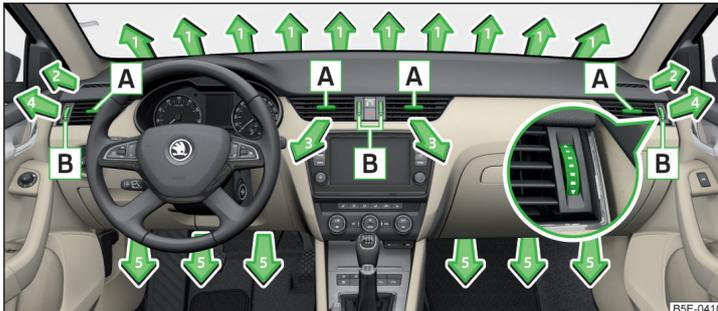
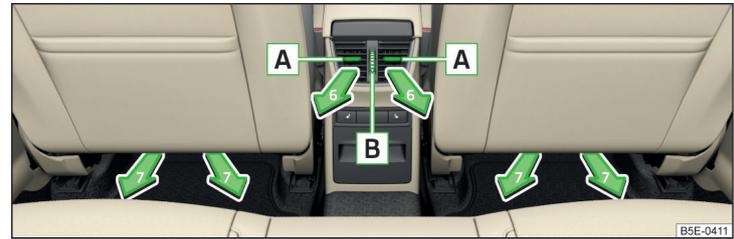

Abb. 119 Luftaustrittsdüsen vorn
Abb. 120 Luftaustrittsdüsen hinten
Bei den Luftaustrittsdüsen **3, 4** » Abb. 119 und **6** » Abb. 120 kann die Luftstromrichtung geändert und die Düsen können auch einzeln geschlossen und geöffnet werden.
- Die waagerechten Lamellen mithilfe des verschiebbaren Verstellelements **A** » Abb. 119 bzw. » Abb. 120 nach oben oder unten schwenken, um die Höhe der Luftströmung zu ändern.
- Die senkrechten Lamellen mithilfe des verschiebbaren Verstellelements **A** » Abb. 119 bzw. » Abb. 120 nach links oder rechts drehen, um die seitliche Richtung der Luftströmung zu ändern.
- Den Regler **B** » Abb. 119 bzw. » Abb. 120 nach oben oder unten drehen.
Richtung des Luftaustritts einstellen	Aktive Luftaustrittsdüsen » Abb. 119 und » Abb. 120